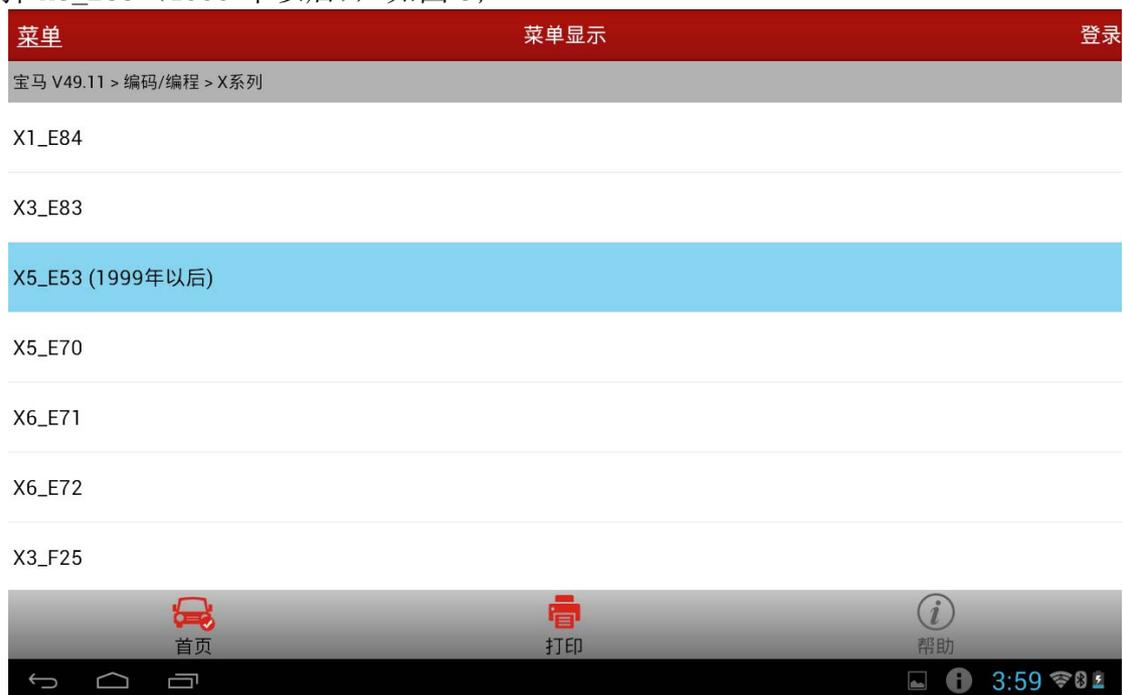

图 3
4). 选择 X5\_E53 (1999 年以后), 如图 3;